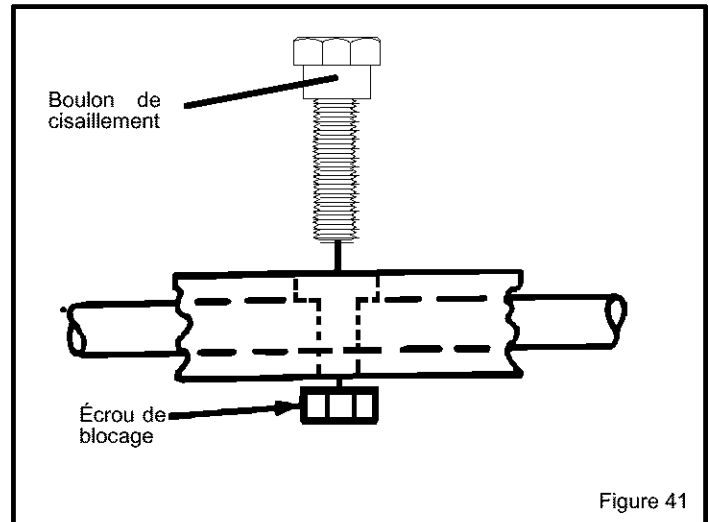

Figure 41
3. Centrer le trou de la vis sans fin avec le trou de son arbre. Monter le boulon de cisaillement neuf et l'écrou de blocage se situant dans la boîte à outils sur le carter de courroie. (Voir Figure 41)